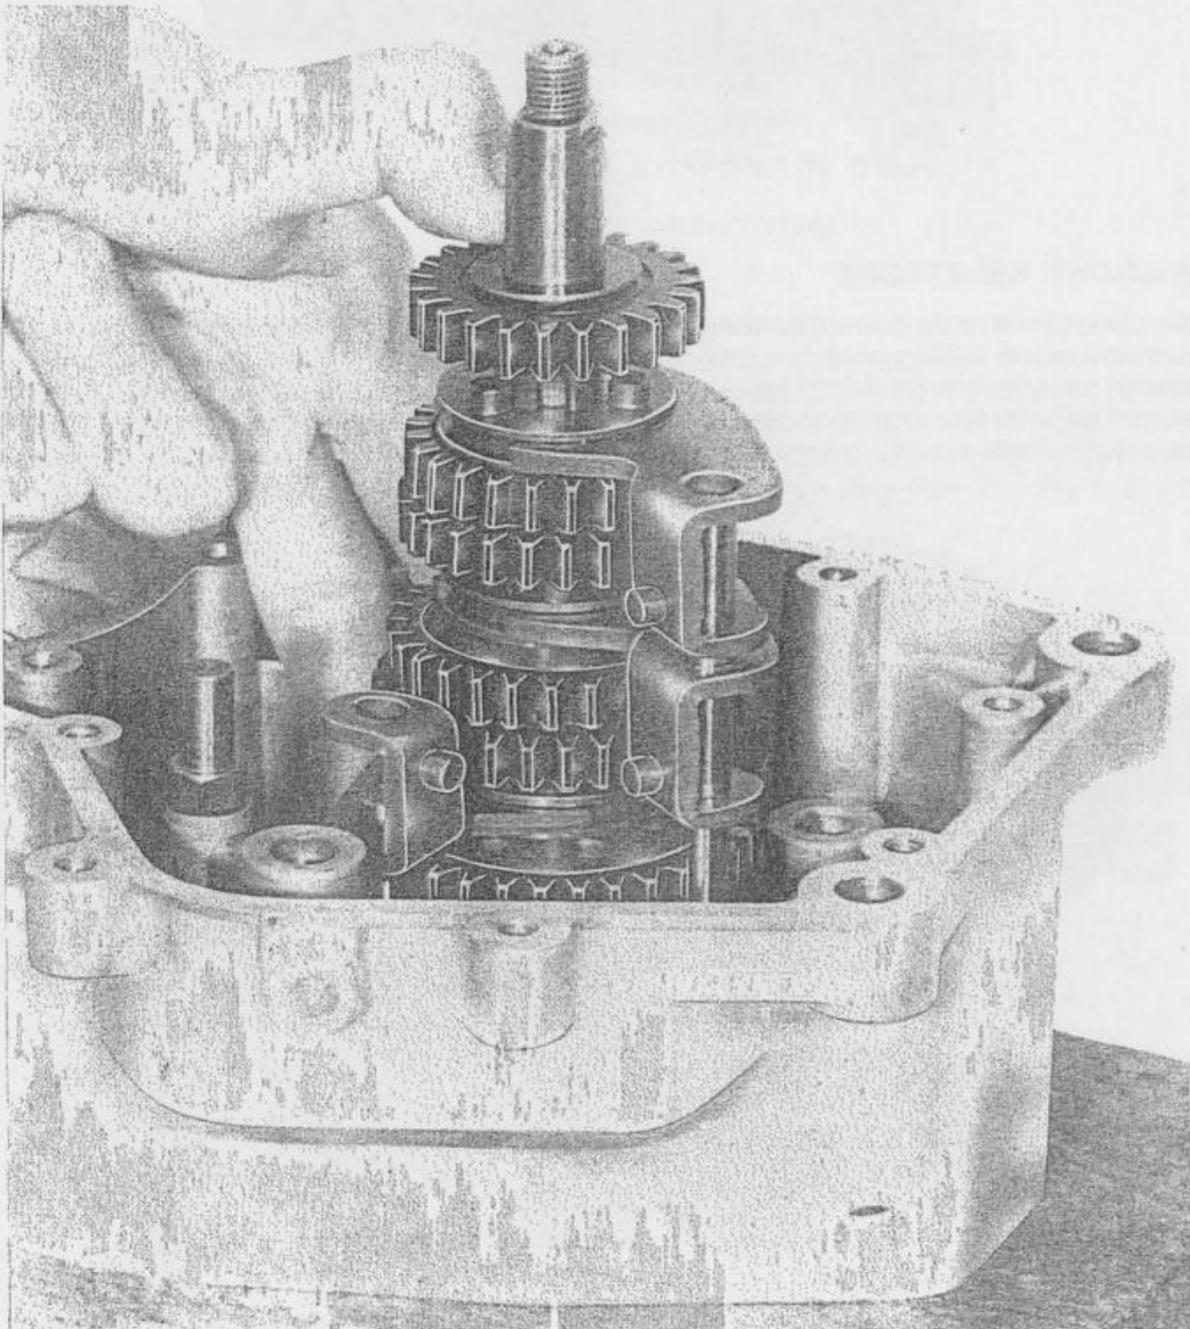

Fig. 28 - Montaggio albero secondario cambio
- Introdurre leggermente «l'albero secondario» nel cuscinetto, unitamente alle 3 forchette spostamarce, già inserite dentro agli scorrevoli d'innesto (fig. 28). Naturalmente, le forchette spostamarce dovranno essere infilate nei relativi perni di guida.